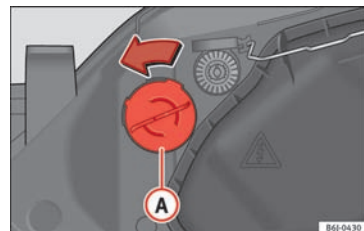

Fig. 102 Blinklys
- Drej pæreholderen » Fig. 102 Ⓐ mod venstre, og træk i den.